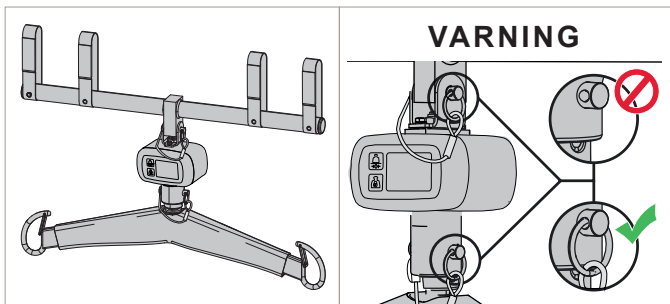

Fig. 1
- 1) Montera hängvågen på adaptorn med sprinten och låsringen. (se Fig. 1)